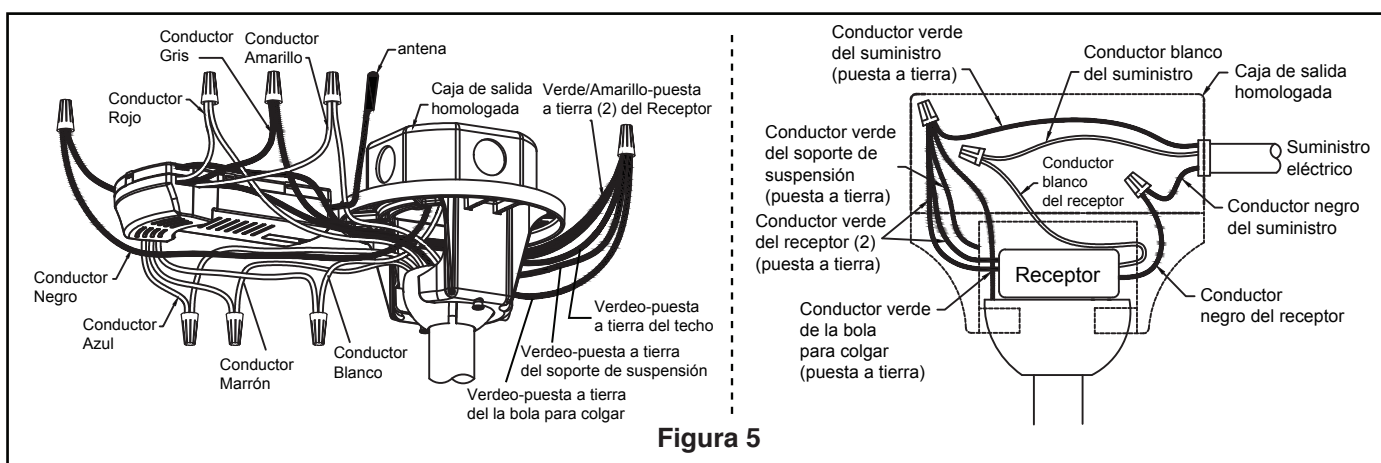

Figura 5
5. Pase los cables a través de la cubierta de unión del motor, la cubierta para el tornillo y el capuchón. (Figura 5)
4. Una vez haya hecho las conexiones, coloque los cables hacia arriba y empújelos cuidadosamente hacia dentro de la caja de la toma de corriente, poniendo los cables blancos y verdes a un lado de la caja y los negros hacia el otro lado. Los cables deben ser colocados de forma extendida poniendo el conductor de la toma de tierra y el conductor de toma de tierra del equipo a un lado de la caja, colocando el conductor sin toma de tierra en el otro lado de la caja. (Figura 5)
5. Asegure el vidrio en la ensamble de kit de luz girándolo en el sentido de las agujas del reloj. Gire el vidrio gradualmente **hasta que encaje en la ensamble de kit de luz**. Sin apretar demasiado. (Figura 5)
7. Para configurar el código del mando a distancia a las mismas posiciones que en el receptor. Mueva los interruptores de código hasta colocar el código de selección en la posición arriba o abajo. Con un destornillador pequeño o con una lapicera (no se incluye) deslice firmemente hacia arriba o hacia abajo. (Figura 5)